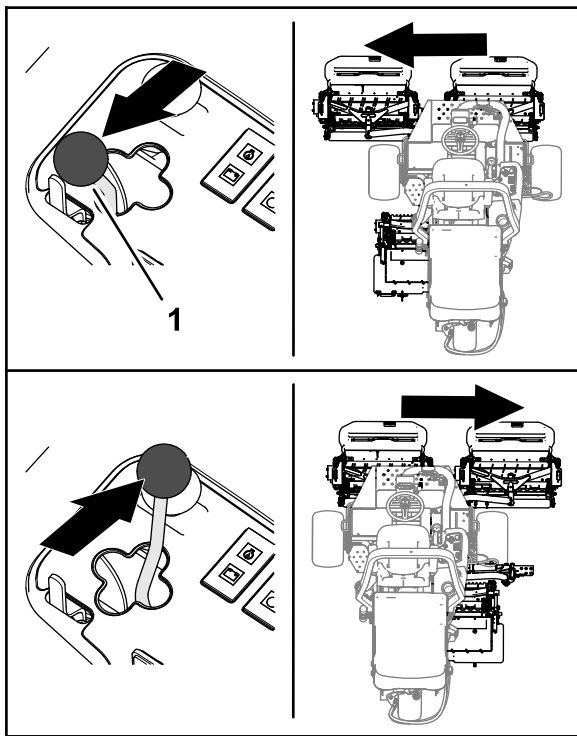

図 47
2. カッティングユニットシフトレバーを左または右に動かしてカッティングユニットを左または右にスライドさせる 図 47。